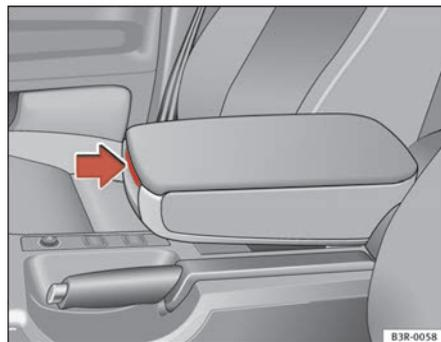

Fig. 113 Apoio de braços entre o banco do condutor e o do passageiro
- Prima a alavanca de desbloqueio ⇒ **fig. 113**.